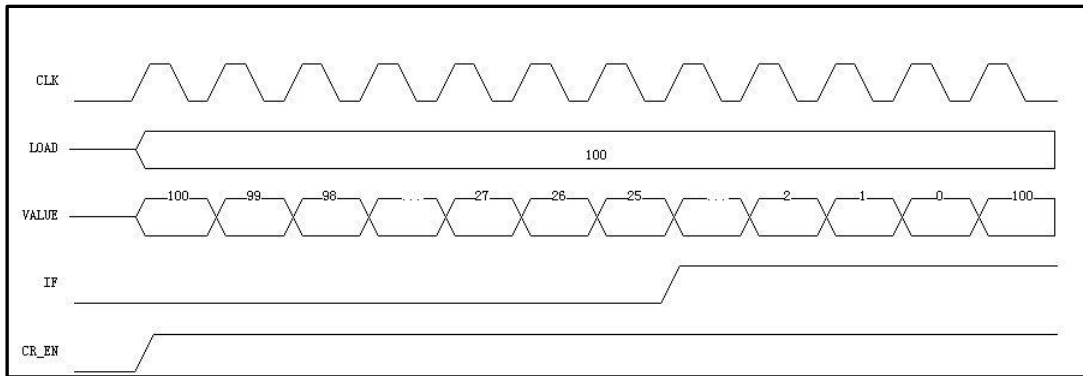

图 6-16 WDT 配置为中断模式波形图
- 产生中断信号后，若 CR 中 RSTEN 位未置位，且未执行喂狗操作，则计数值到达 0 时，则重新装载数据进行计数，如图 6-16 所示